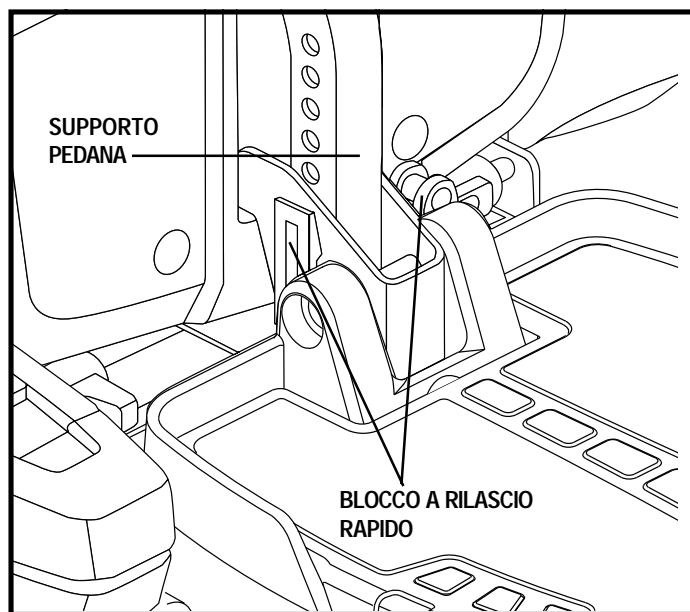

Figura 16. Regolazione pedana
1. Rimuovere i blocchi a rilascio rapido dal supporto del pianale poggiapiedi. Vedere figura 16.